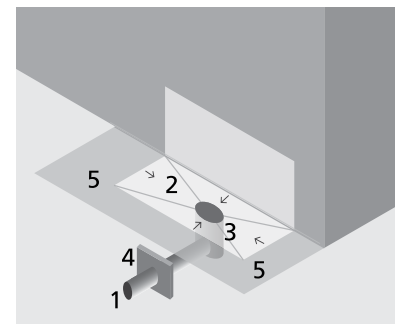

Abb. 2
- Der Güterumschlagplatz muss nach Möglichkeit **überdacht*** und **abflusslos** sein. Durch unterschiedliche Gefälle und/oder Entwässerungsrinnen muss dieser von den übrigen Verkehrsflächen getrennt entwässert werden (Abb. 2, Punkt 5). Falls **keine Überdachung** möglich ist, muss der Güterumschlagplatz möglichst klein sein und die Platzentwässerung an die Schmutz- oder Mischwasserkanalisation angeschlossen werden.
Der Anschluss an die Regenwasserkanalisation ist nicht zulässig (Abb. 2, Punkt 1). Falls das Regenwasser abgepumpt wird, so kann die Platzfläche durch Ausschalten der Pumpen abgesichert werden (dabei sind die Brandschutzvorschriften zu beachten).
- Der Güterumschlagplatz muss mit einem **dichten Belag befestigt** sein, so dass auslaufende Flüssigkeiten nicht in den Untergrund gelangen können. Bei gewissen Stoffen ist dazu ein Spezialbelag nötig (Abb. 2, Punkt 2).
- Der Güterumschlagplatz muss über ein **Rückhaltevolumen** verfügen, in welchem die auslaufende Flüssigkeit aufgefangen wird (Abb. 2, Punkt 3). Die Grösse richtet sich nach der **Tabelle auf Seite 7**. Als Rückhaltevolumen kann ein abflussloser Schacht, eine beckenförmige Platzfläche oder Auffangbehälter verwendet werden. Ebenfalls ist es möglich, mit einem Schieber (manuell, elektrisch oder pneumatisch, Abb. 3) das Volumen der Entwässerungsleitung als Rückhalt zu verwenden (Abb. 2, Punkt 4; siehe auch Seite 8 «Was ist zusätzlich zu beachten?»).